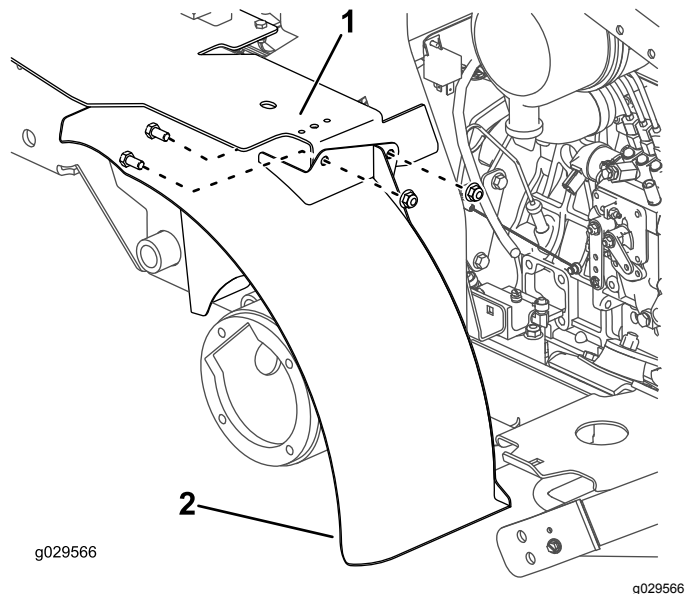

図 39
6. 左フェンダ上部にブラケットを仮止めするボルト $\frac{3}{8} \times \frac{3}{4}$ " 2本とナット $\frac{3}{8}$ " 2個を使用して 図 39 のように取り付ける。